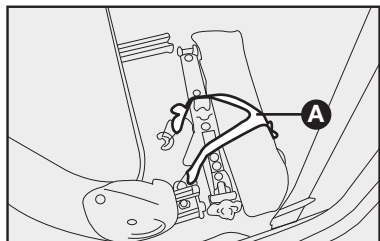

fig. 2
- Rebater o encosto do banco do motorista e soltar o elástico de fixação **A**—**fig. 2**, retirando o macaco, manivela, a bolsa de ferramentas e o triângulo.